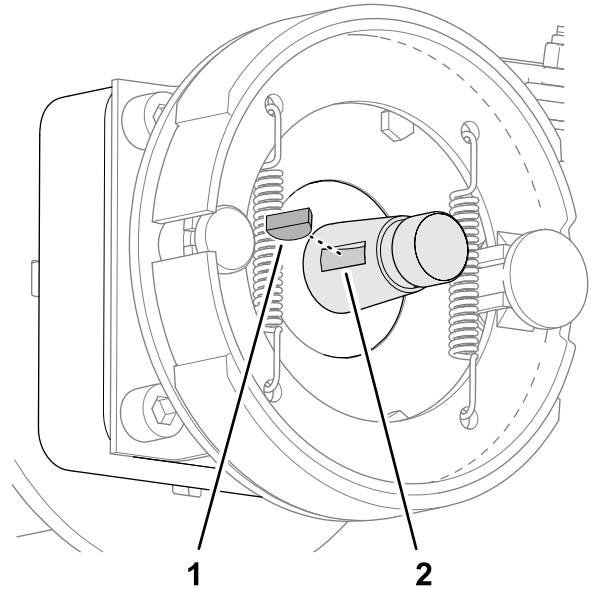

Figure 73
2. Insérez la clavette demi-lune dans la rainure de l'arbre du moteur de roue (Figure 73).